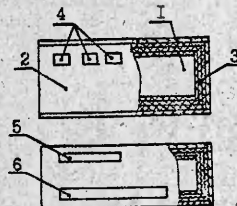
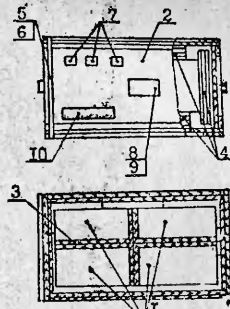

Рис. 8. Схема упаковки одного прибора в ящик
Рис. 7. Схема упаковки 4-х приборов в ящик
14.1.2. Упаковка осциллографов для транспортирования производится следующим образом: 4 коробки с осциллографами помещаются в ящик, между коробками прокладываются картонные прокладки; между коробками и стенками ящика помещаются картонные амортизаторы. Сверху упаковки укладывается ведомость упаковки. Ящик оббивается стальной лентой, пломбируется. Схема упаковки в ящик приведена на рис.7. Допускается упаковка коробки с осциллографом по 1 шт. в ящик согласно рис.8.